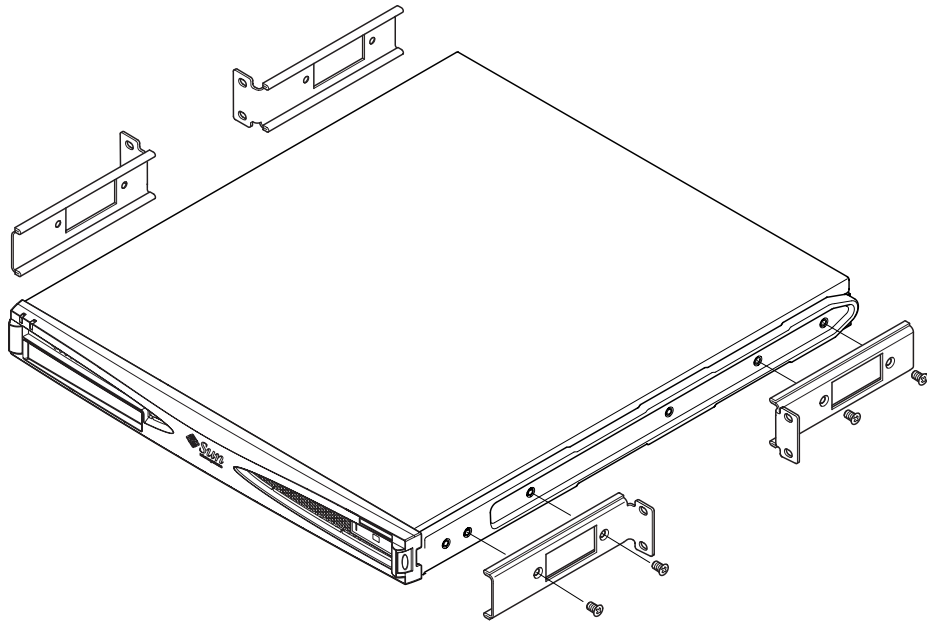

РИС. 5-11 Установка неподвижных монтажных кронштейнов
2. Удалите первый, третий и четвертый винты из пластмассовых направляющих, расположенных по обеим сторонам сервера (см. РИС. 5-11).
Используйте прилагаемые винты с потайной головкой и крестообразным шлицем. См. РИС. 5-11 (*не устанавливайте* на этом этапе задние кронштейны).